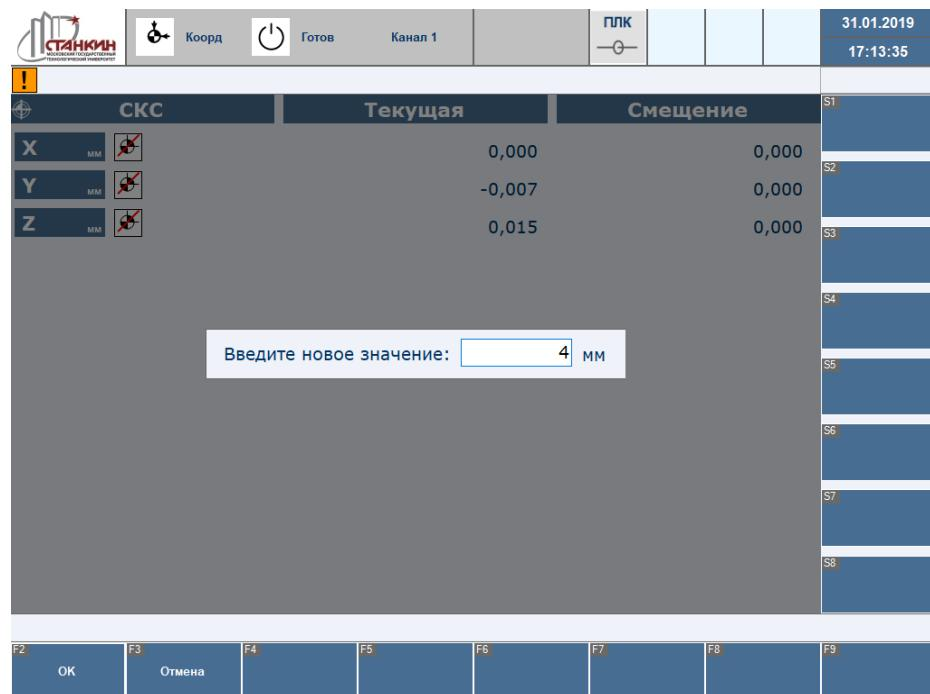

Рисунок 12 – Диалог ввода значения положения нулевой точки для выбранной оси
- F2 – F8 – выбор оси для ввода значения положения нулевой точки. Вызывают диалог ввода значения нулевой точки для выбранной оси (Рисунок 12).